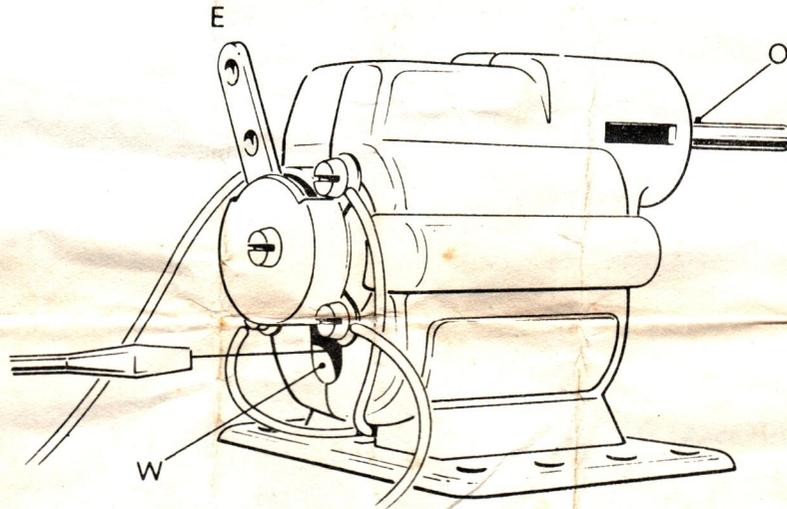

Fig 1
The motor is designed so that brushes can be replaced. Instructions for replacement of brushes are illustrated in figs. 1 and 2 on opposite page. (W) indicates access hole for screwdriver to brush assembly retaining screw. (Z) indicates recess in motor base for removal or replacement of brush assembly.
Oil occasionally at point 'O', (see Fig. 1).
Le moteur est conçu de façon que les charbons puissent être changés: les instructions vous sont données sur les figures 1 et 2, au verso. La figure (W) montre comment vous pouvez accéder, avec un tournevis, à la vis de fixation des porte-charbons. La figure (Z) montre un renforcement de la base du moteur pour ôter ou changer les porte-charbons.
Huilez de temps en temps au point "O" (Vour Fig. 1).
Bei Punkt O gelegentlich Öl einfüllen. (Siehe Abb.1).
Van tijd tot tijd bij punt 'O' licht smeren. (zie Fig. 1).
Motorn är så konstruerad att kolen lätt kan bytas ut. Hur man gör detta framgår av fig. 1 och 2 på motsatt sida. W visar hål för skruvmejsel att komma åt skruven som håller kolet. Z visar var man går in då man vill ta ur eller byta ut hållare med kol.
Oljäs emellånat vid punkt O, se fig. 1.